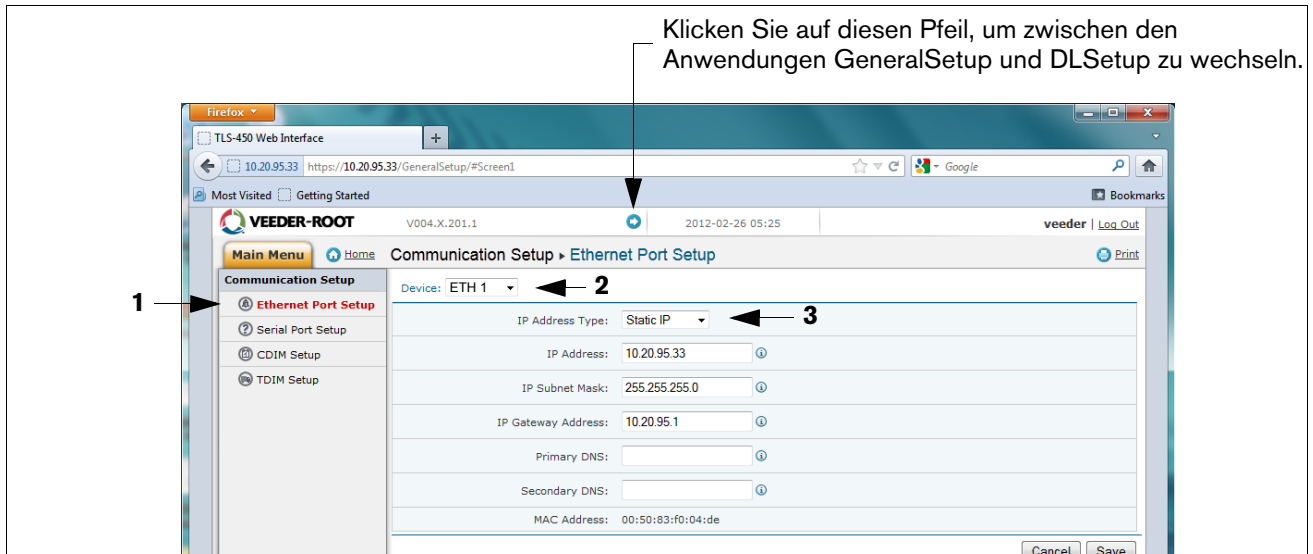

Abbildung A-4. Ethernet-Port-Setup
HINWEIS: Der Datenlogger führt gleichzeitig zwei Anwendungen aus: eine davon programmiert das Protokoll für den Allgemeinen Datenaustausch (GeneralSetup), die andere zeigt, wie der Datenlogger seine Informationen erfasst (DLSetup). Durch Drücken des blauen Pfeils oben in der Mitte des Bildschirms können Sie zwischen den beiden Programmen umschalten (siehe Abbildung A-4.). Klicken Sie nach Eingabe der Auswahl/ von Änderungen in Felder auf einer beliebigen Seite auf die Schaltfläche "Save", um Ihre Eingaben zu speichern oder auf "Cancel", um sie zu verwerfen. Programmierbildschirme für das Setup des Datenloggers sind unter Tabelle A-1 aufgeführt.
7. Klicken Sie auf der Seite "Kommunikations-Setup" (siehe Abbildung A-4.) auf "Ethernet-Port-Setup" (1) und wählen Sie im Dropdown-Menü den Gerätetyp "ETH 1" (2) aus. Im IP-Adressentyp-Feld (3):
Wenn der Standort eine statische IP-Adresse verwendet, wählen Sie "Static IP" aus und geben Sie die vom Netzwerkadministrator zugewiesene IP-Adresse ein. Klicken Sie anschließend auf die Schaltfläche "Save", um diese Einstellungen beizubehalten (siehe Beispiel Abbildung A-4.).